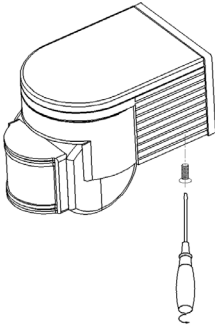

Fig.1
- Desserrez la vis en bas et enlevez le fond (voir figure 1).